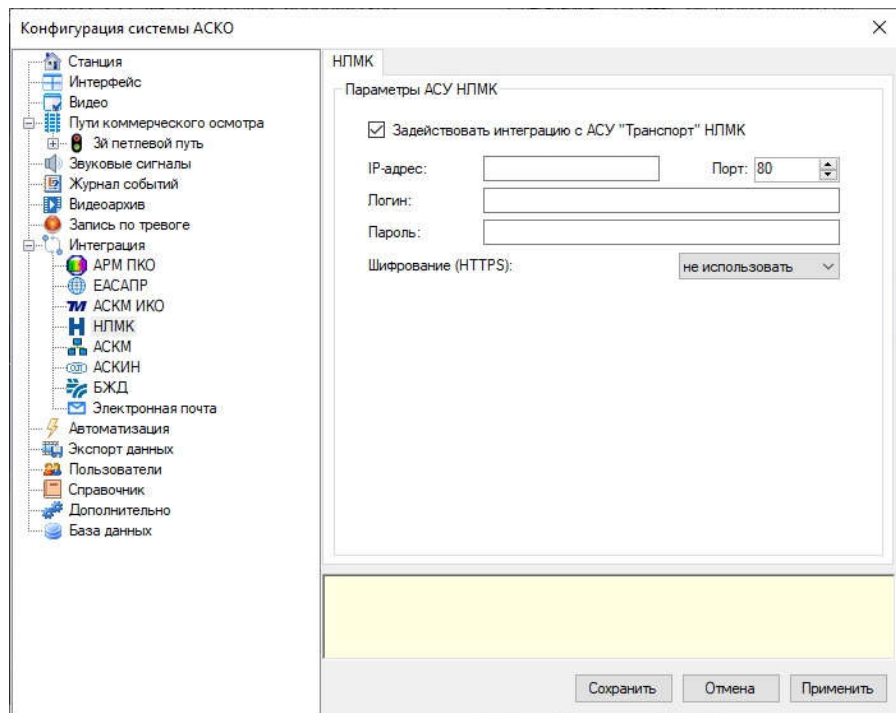

Рисунок 44 – Секция «НЛМК».
- 2) В селекторе окна выберите секцию «Интеграция/НЛМК», как показано на рисунке Рисунок 44.